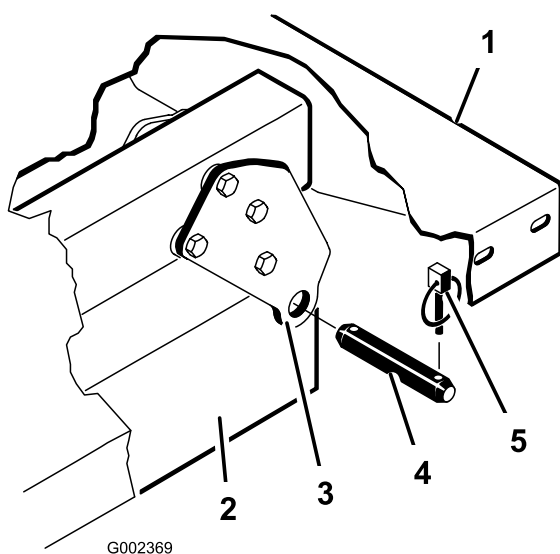

Figura 43
**Nota:** Asegúrese de que las placas de giro traseras están atornilladas al perfil del bastidor de la plataforma con el extremo inferior inclinado hacia atrás (Figura 43).